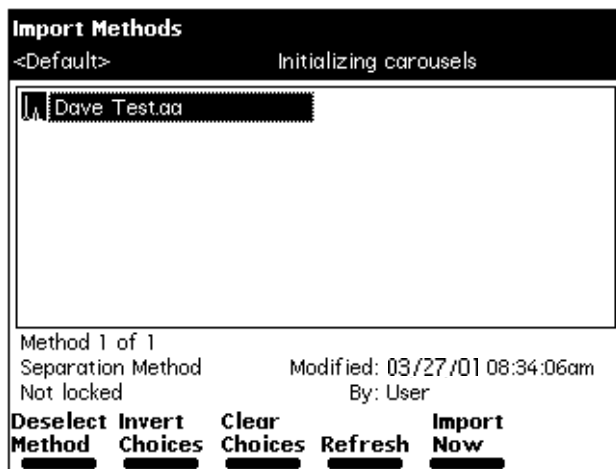

图 6-22 导入方法屏幕
- 按 **Import Methods**（导入方法）屏幕键。Import Methods（导入方法）屏幕即会出现，显示存储在磁盘上的方法列表（图 6-22）。要更新列表，请按 **Refresh**（刷新）屏幕键。